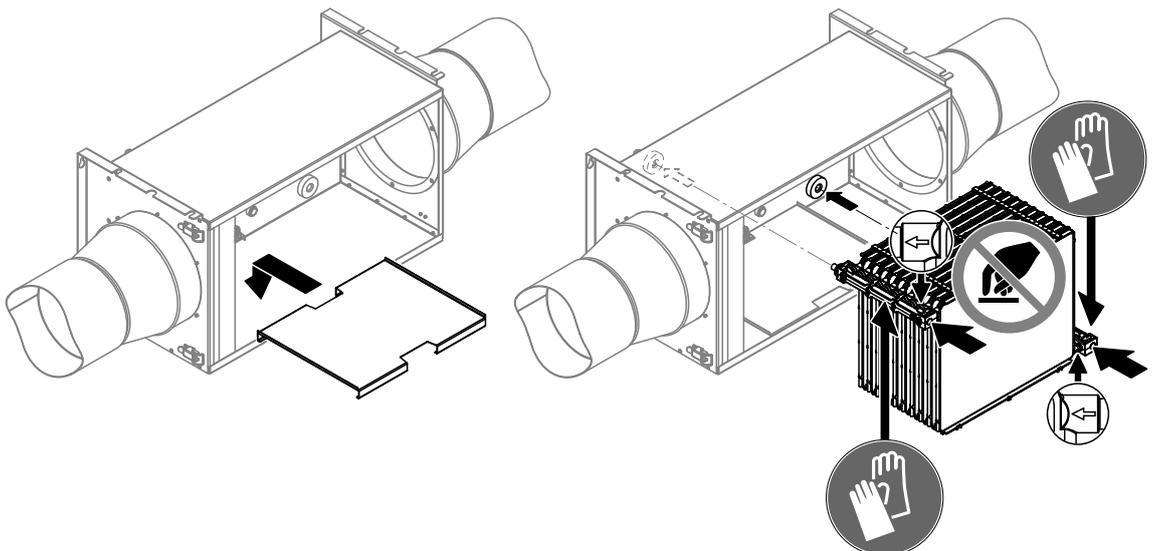

Abb. 33: Bodenblech und Befeuchtereinsatz einbauen
10. Legen Sie das Bodenblech in das Befeuchtergehäuse ein (siehe Abb. 33).